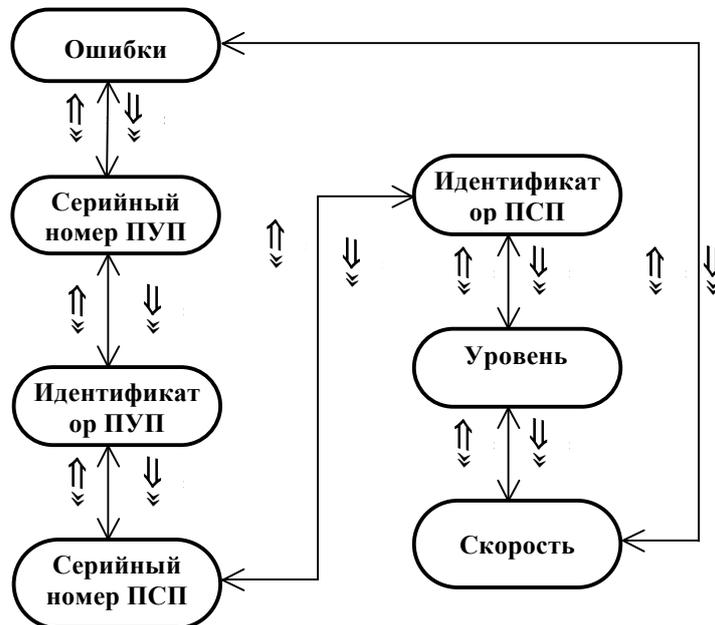

Рис. 11. Диагностическое меню БИТТ-01.
1.5.1.6. Переход в диагностическое меню осуществляется из меню объема и расхода нажатием клавиши «F2». Пункты диагностического меню и переходы между ними отражены на рис. 11.